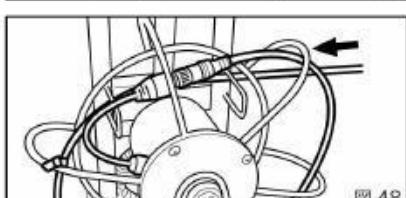

図 48
⑤ゆっくりとカメラケーブルをケーブルドラムに挿入します。カメラケーブルを約1周ほど挿入したらガイドとカメラケーブルを結束バンドで固定し、その後にカメラケーブルを全て挿入します。(図 48)